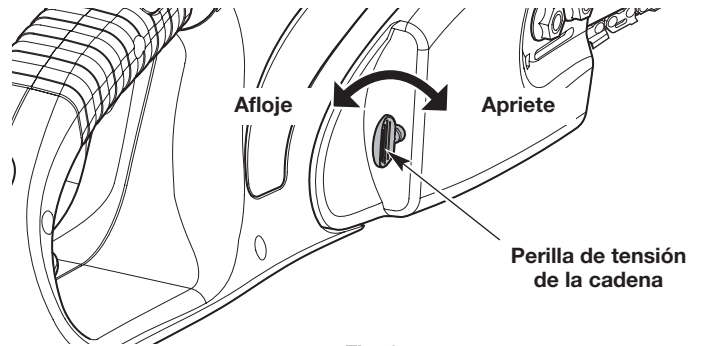
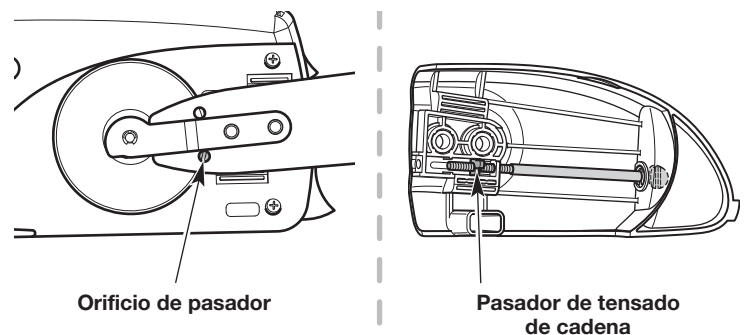

Fig. 24
Fig. 30
2. Sostenga la punta de la barra de guía hacia arriba y gire la perilla de tensión de la cadena (Fig. 24).
7. Compruebe que el pasador de tensado de cadena esté en el orificio del pasador en la barra de guía (Fig. 30). Si es necesario, gire la perilla de tensión de la cadena para mover el pasador de tensión de la cadena (Fig. 24).